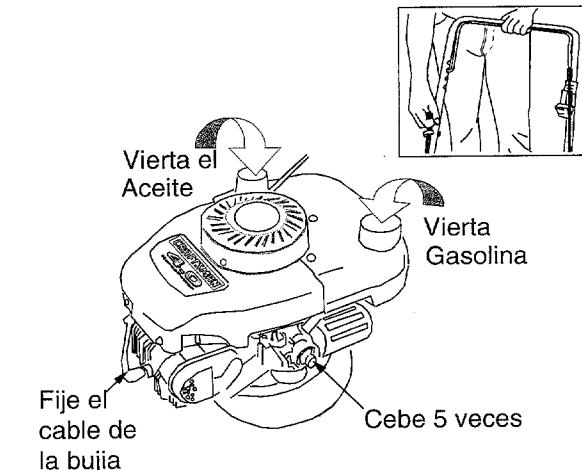

Figura 9
- Empujar el cebador cinco veces. Esperar dos segundos aproximadamente entre cada empuje. No cebar para rearrancar un motor caliente después de un apagado breve. Vea la Figura 9.
- Sujete el mango del arrancador y tire lentamente de la soga hasta que el motor llegue al comienzo del ciclo de compresión (la soga ofrecerá un poco de más resistencia en este punto). Vea la Figura 9. Permita que la soga se enrolle lentamente.